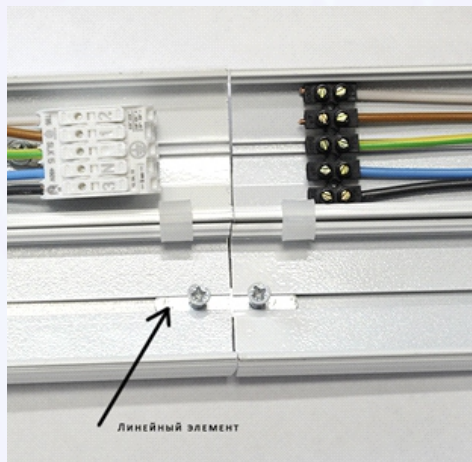

Рис. 5 - Линейное соединение
4. Установить линейное соединение в пазы и зафиксировать винтами (Рис.5):